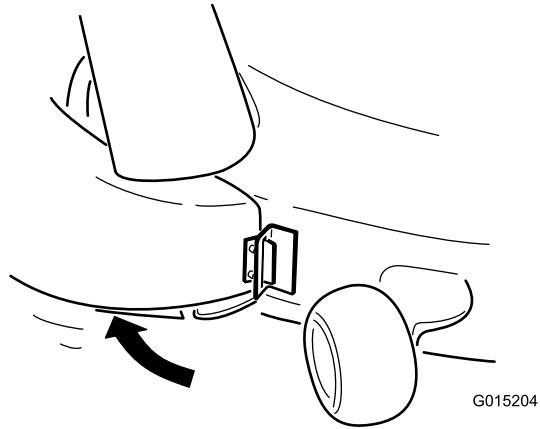

Bild 20
- Drehen Sie den Auswurfkanal nach hinten zum Mähwerk, sodass der Auswurfkanal mit dem Mähwerkgehäuse bündig ist (Bild 20).